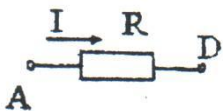

Рисунок 10 - Электрическая схема
5. Находим эквивалентное сопротивление цепи, учитывая, что  $R_{AB} = R_1$ , рис. 10:
6. Для схемы изображенной на рис. 10 нетрудно найти ток, потребляемый цепью, который одновременно является током неразветвленной части цепи. На основании закона